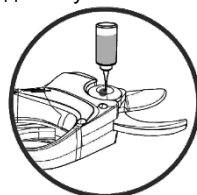

Рисунок 7
4.4.4 На лезі є отвір для змащення (6). Завжди перед зберіганням змащуйте ріжуче лезо мастилом (дивитись рисунок 7).